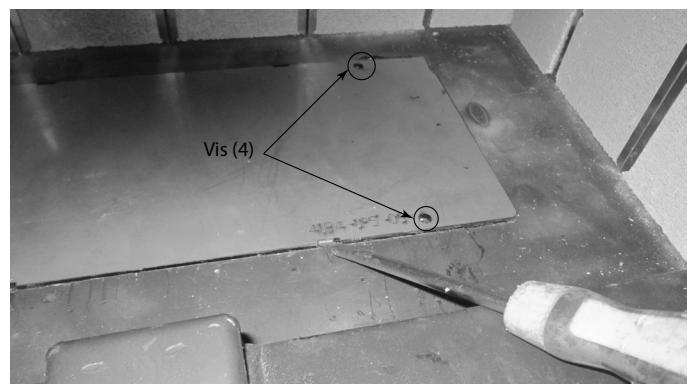

Figure 4.10 Ouvrez la porte d'accès avec un levier
2. Retirez les quatre (4) vis hexagonales de 4 mm (5/32 po.) et ouvrez la porte d'accès avec un tournevis à lame plate. Voir la figure 4.10 et retirez-la.